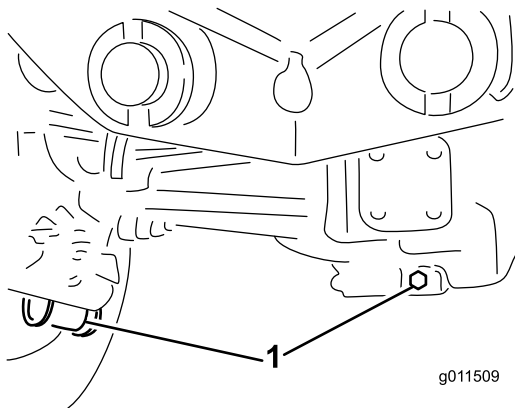

Рисунок 109
2. Очистите область вокруг трех сливных пробок, по одной на каждом конце и одной в центре (Рисунок 109).